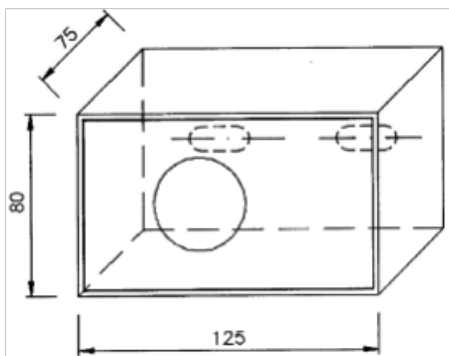
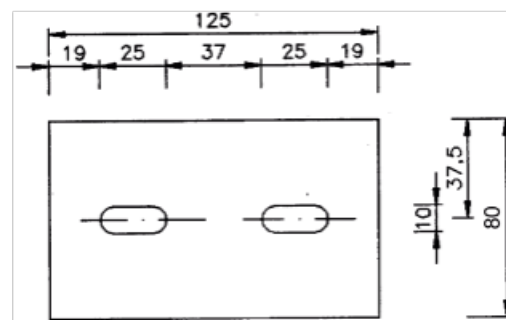
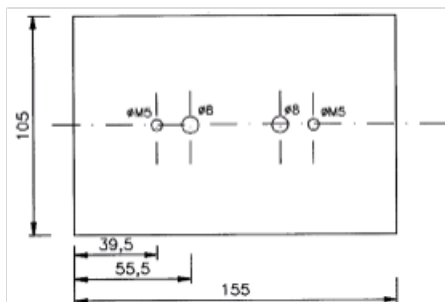

Abb. 1: Korpus SchlüsselDepot K3
Abb. 2: Rückwand SchlüsselDepot K3
Abb. 3: Grundplatte (optional)
1. Maueraushub entsprechend der Maße (Abb. 1 bzw. Abb. 3) schaffen
3. Bohren: \varnothing 6 mm mind. 55 mm tief (Abb. 3). Bohrloch säubern (Abb. 2). Falls eine Türüberwachung integriert ist, muss noch eine zusätzliche Bohrung zur Kabeldurchführung geschaffen werden.